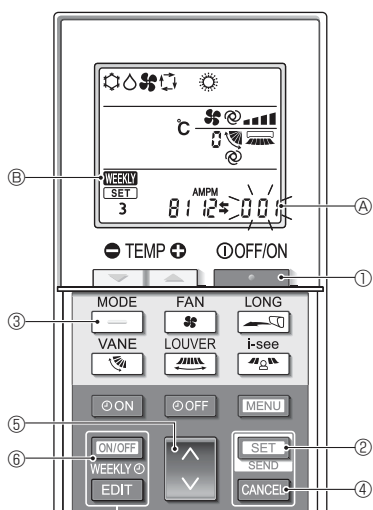

Fig. 4-12
- Appuyez sur la touche **MENU** ②.
4.12.8. Désactivation du mode AUTO (Fig. 4-12)
- Appuyez sur la touche **STOP** ① pour arrêter le climatiseur.
- Si la minuterie hebdomadaire est activée, appuyez sur la touche **ON/OFF WEEKLY** ⑥ pour la désactiver. (**WEEKLY** ⑥ disparaît.)
- Appuyez sur la touche **SET** ③ pendant 5 secondes.
- L'appareil passe en mode de réglage des fonctions. (Le numéro de réglage du modèle (A) clignote.)
- Appuyez sur la touche **DOWN** ④.
- Achèvement des réglages (Fig. 4-12)